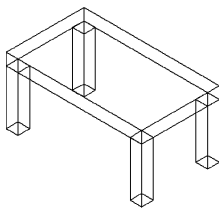

图 13-77 绘制茶几腿
(3) 单击“三维工具”选项卡“建模”面板中的“长方体”按钮, 在茶几的 4 个角点绘制 4 个尺寸为 $6 \times 6 \times 28$ 的长方体, 完成茶几腿的绘制, 如图 13-77 所示。